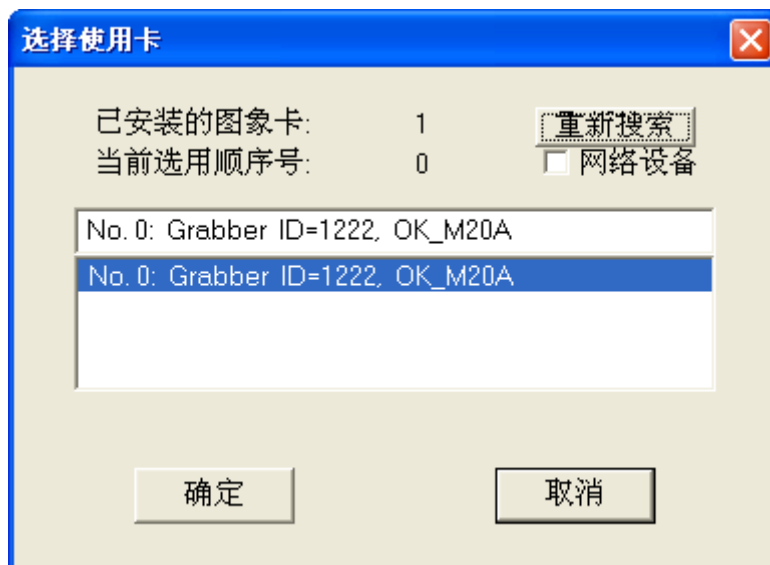

图 3
- 3, 确认缓存分配成功后，运行 Ok Demo。首先点击“选项”菜单下的“选用图像板”，会弹出如下对话框，选择您要使用的图像卡并确定，如图 3 所示。下面以 M20A 为例对这类采集卡的使用方法进行介绍。